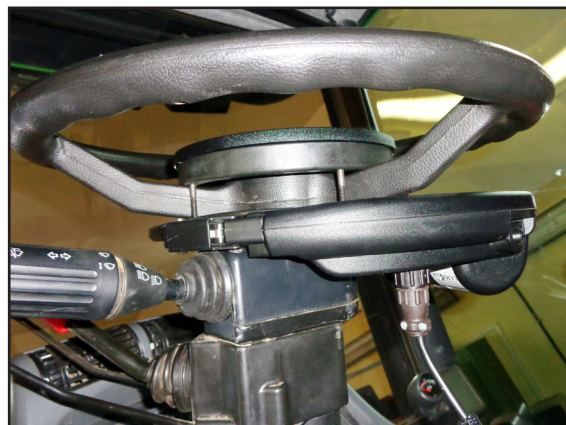

Abb. 11: Verschlussring geschlossen und RDU2 angeschlossen
- Schließen Sie den Verschlussring des Motorelements (siehe Abb. 11).
- Verbinden Sie das Anschlusskabel des RDU2 mit der Motoreinheit des Lenkradmotors (siehe Abb. 11) und dem PSR Kabelsatz. Der RDU2 Lenkassistent ist nun einsatzbereit und kann über den „ON/OFF“-Schalter am Motorelement ein- bzw. ausgeschaltet werden.